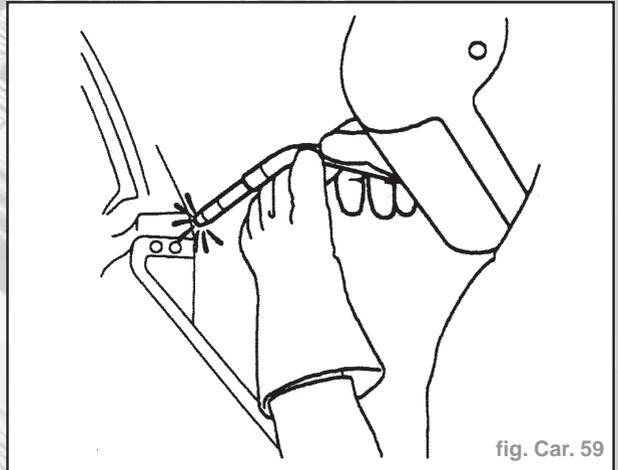

fig. Car. 59
- Toujours utiliser des soudures MIG en bouchon lorsque l'épaisseur du métal ou la difficulté d'accès rend une soudure par points malaisée. Entreprendre des soudures en bouchon en utilisant les trous laissés par l'outil de découpage des points de soudure ou les trous poinçonnés ou percés à cet effet (Fig. Car. 59).